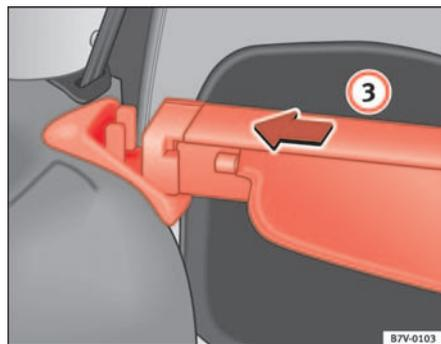

Abb. 115 Gepäckraumabdeckung: Halterung auf der linken Seite
- Drücken Sie die Gepäckraumabdeckung bis zum Anschlag in Pfeilrichtung ⇒ Abb. 115 (3) in die linke Halterung.